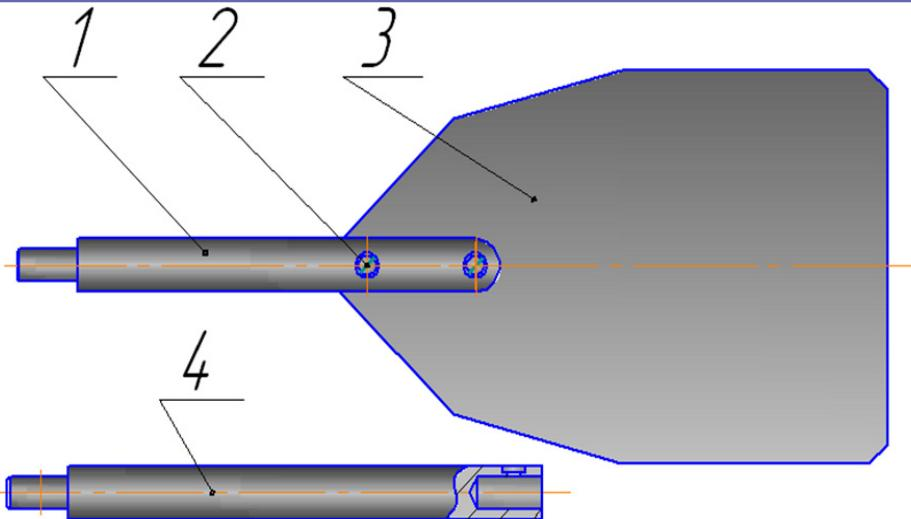

Рисунок 5.3
5.5.1. Стабилизатор (рисунок 5.3) состоит из штанги **1**, на конце которой с помощью винтов **2** закреплена сменная пластина **3**. Свободный конец штанги **1** при работе сочленяется с корпусом вертушки и крепится в нем винтом. Стабилизатор имеет две пластины высотой 120 и 70 мм.
При измерении малых скоростей течения, примерно до 0,2 м/с, штанга стабилизатора 2 должна быть удлинена за счет штока 4, входящего в комплект ЗИП измерителя (см. рисунок 5.3).